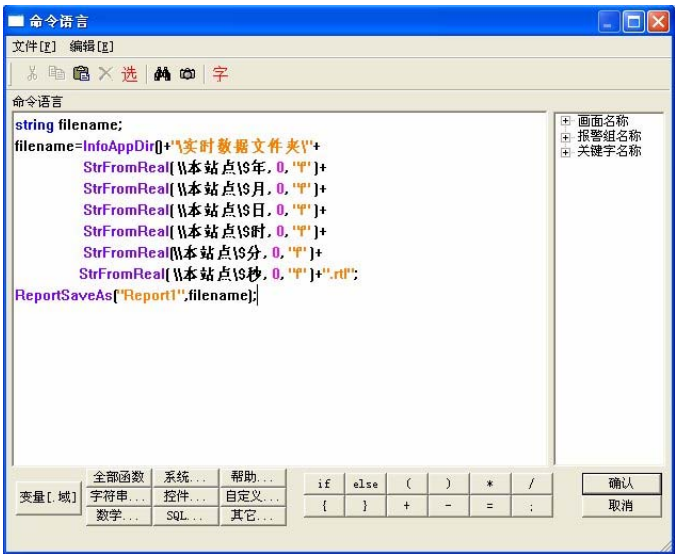

图 8-13
- 3、在按钮的弹起事件中输入如下命令语言，如图 8-13 所示：